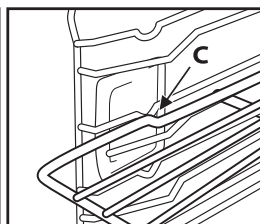

Fig. 3
3. Remettez la grille en position horizontale et poussez-la jusqu'à ce qu'elle soit parfaitement insérée « C » (fig. 3).